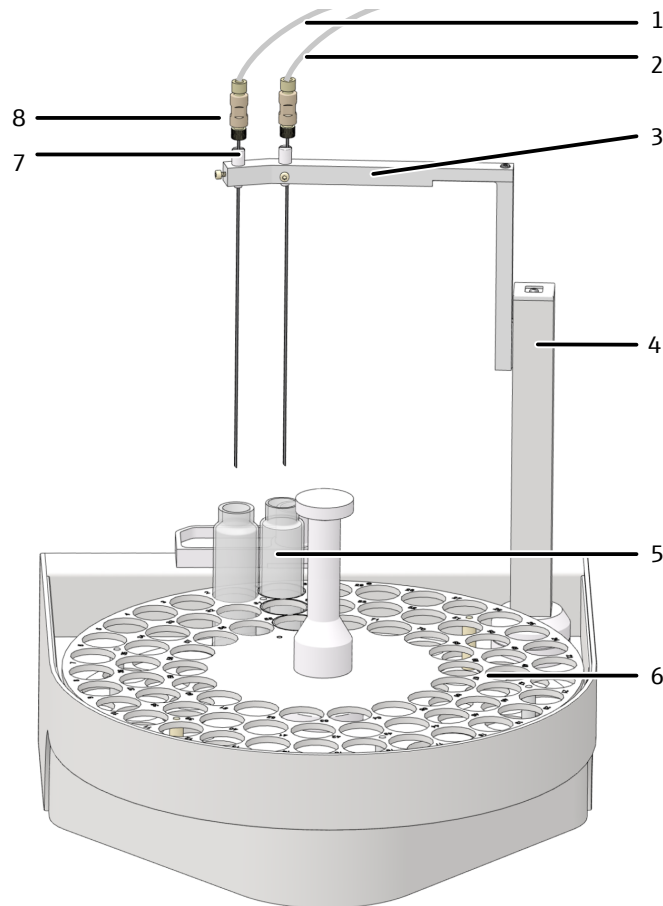

图 30 AS vario自动进样器的布局
- ▶ 对于使用平行吹扫进行的 NPOC 测量：在套管底座的两个位置分别插入一个带套管的套管 (图 30 44)。